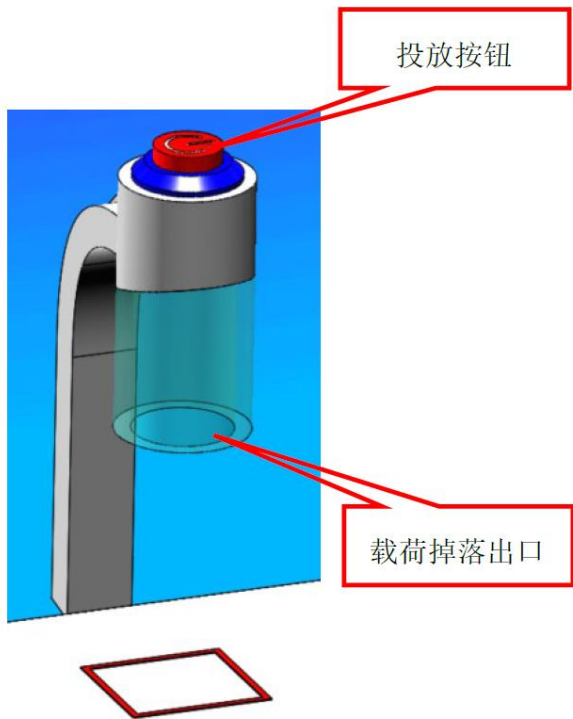

图 15 载荷投放器
3.7.1 一层场地上放置一个投放器模型，如图 15 所示。投放器顶部有投放按钮，竞赛选手使用鼠标点击投放按钮，则会掉落载荷模型。